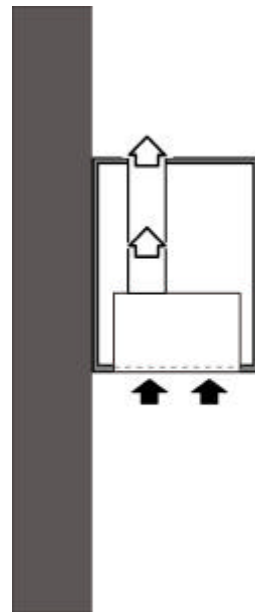

Fig. 10
- c) El aire filtrado se recicla en el ambiente a través de la abertura existente en la parte superior del armario (**Fig. 10**).